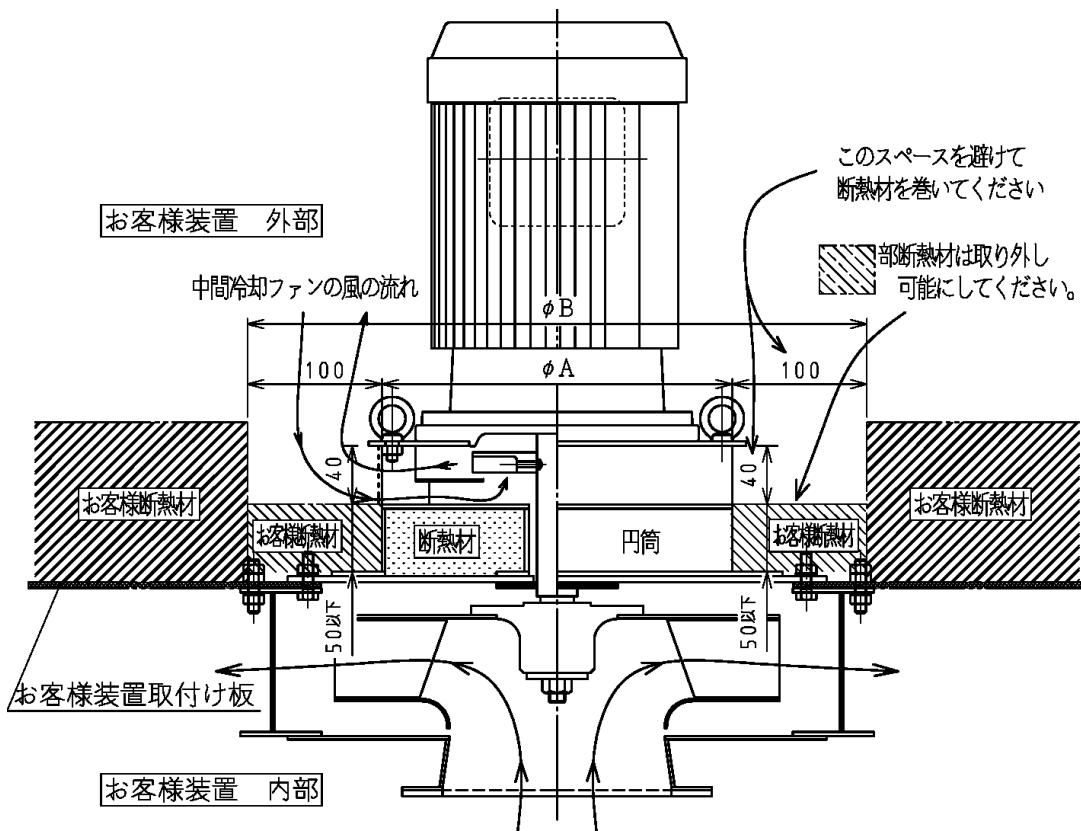

図 1
円筒外部に人が触れるような設置環境にある場合は必ず円筒外側に断熱材を巻いてください(断熱材はお客様にてご用意お願いします)。火傷する危険があります。断熱材を巻く際、図1のように中間冷却ファンの周りはあけてください。冷却風の流れが妨げられ電動機が充分に冷却されず、電動機が焼損する恐れがあります。
* 断熱材をご用意される際は、図1の寸法をご参照ください。